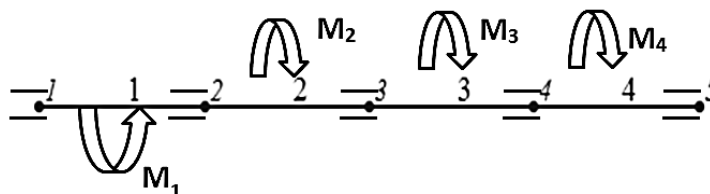

Рис. 8.3 – Схема вала к задаче 6
6. Построить эпюру крутящих моментов для вала. Направления вращающих моментов, равных M_1 , M_2 , M_3 и M_4 , Н·м, даны на рис. 8.3.